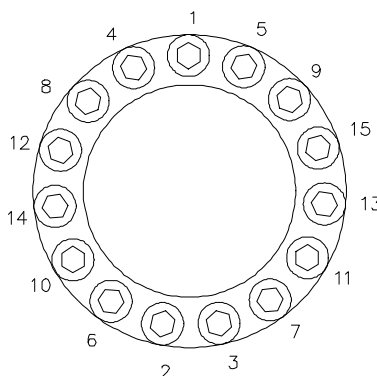

Fig 37 Dragningsordning
- Kontrollera rotorspelet och jämför det med tabellen i avsnitt 8. 1. En justering av spelet görs enkelt genom vridning av axlarna (5.01 och 5.02) i förhållande till varandra. När optimalt spel har uppnåtts kan hållaren (5.16) dras med korrekt moment. Se avsnitt 8.2. Gör dragningen i anvisad ordning. Se fig. 37.